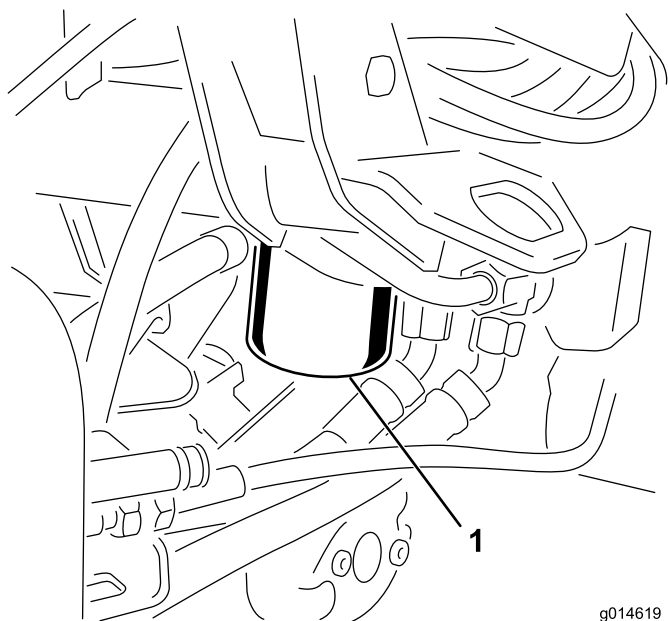

Figure 53
1. Nettoyez la zone autour de la surface de montage du filtre (Figure 53). Placez un bac de vidange sous le filtre et enlevez le filtre.